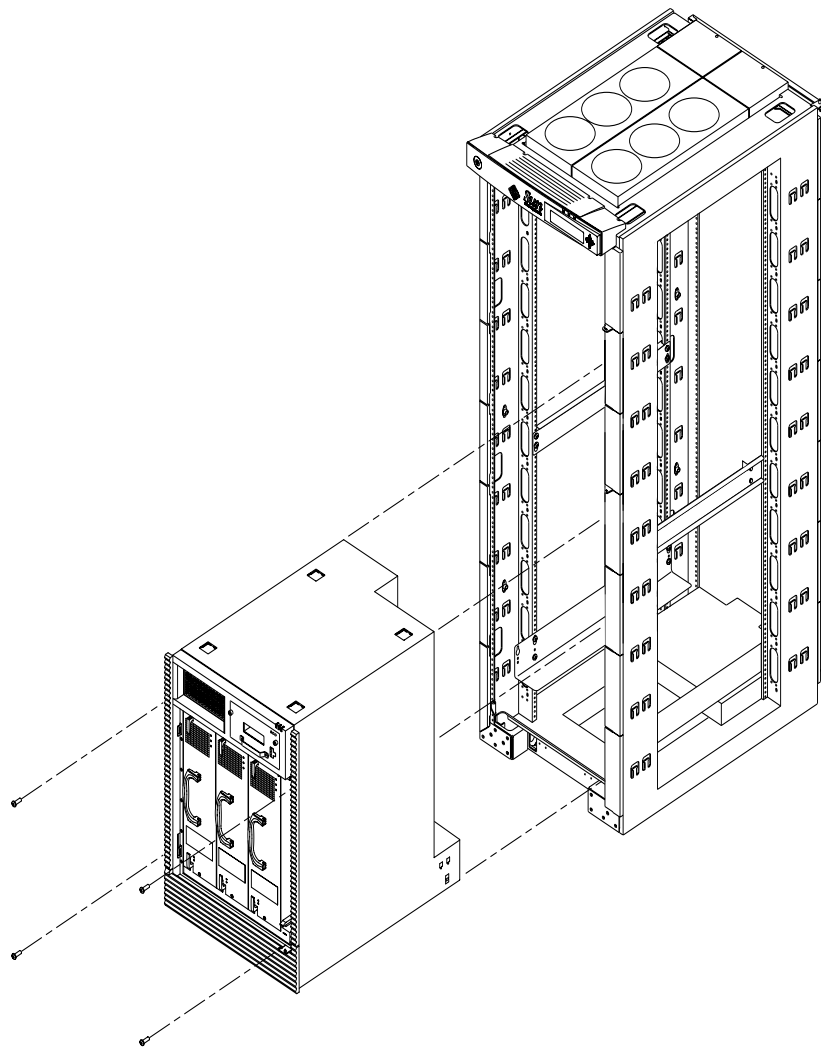

図 3-2 Sun Fire キャビネットへの Sun Fire E4900 システムの取り付け
2. 正面から、キャビネットの下部取り付けレールにシステムを挿入します (図 3-2)。